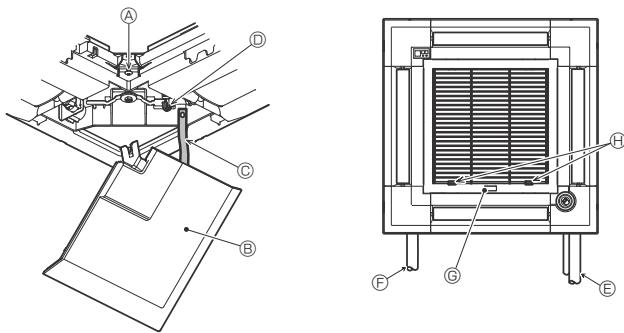

Fig. 6-12
6.5. Установка воздухозаборной решетки (Fig. 6-12)